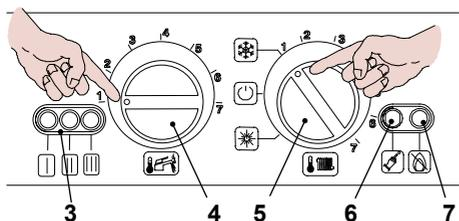
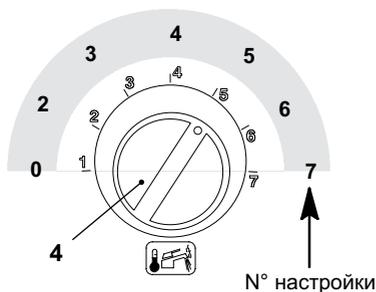
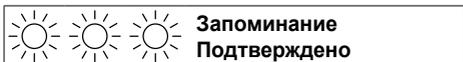

рис. 7.7
рис. 7.9
рис. 7.11
- Поверните переключатель 5 как показано на рис. 7.7 ; сигнальная лампа 3 начнет мигать с интервалом в 2 секунды.
- Удерживайте нажатой кнопку перезагрузки 6 в рис. 7.7 в течение 10 секунд, лампа блокировки 7 в рис. 7.7 в.
- Чтобы настроить давление розжига, сигнальные лампы 3 в рис. 7.7 должны выглядеть, как рис. 7.8 (перечень сигнальных ламп на стр. 7)
- Если такая последовательность не появляется, нажимайте кнопку перезагрузки 6 в рис. 7.7 пока не появится соответствующее окно (4 раза).
Чтобы просмотреть заданные параметры, нажмите и придержите кнопку перезагрузки 6 в рис. 7.7 в течение 5 секунд. Сигнальные лампы 3 в рис. 7.7 вспыхнут количество раз, соответствующее настройке (Рисунок 7.9 (рис. 7.9) ).
- Чтобы изменить настройку, поверните регулятор температуры ГВ 4 в рис. 7.7 и установите его в выбранное положение рис. 7.9 см. также рис. 7.10 (в примере регулятор установлен в положение 5), сигнальная лампа блокировки (см. рис. 7.7 ) начнет быстро мигать.
- Чтобы внести в память настройку, нажмите и придержите кнопку перезагрузки 6 в рис. 7.7 в течение 5 секунд, сигнальные лампы 3 в рис. 7.7 вспыхнут и будут мигать одновременно, см. рис. 7.11 (условные обозначения ламп на стр. 7)